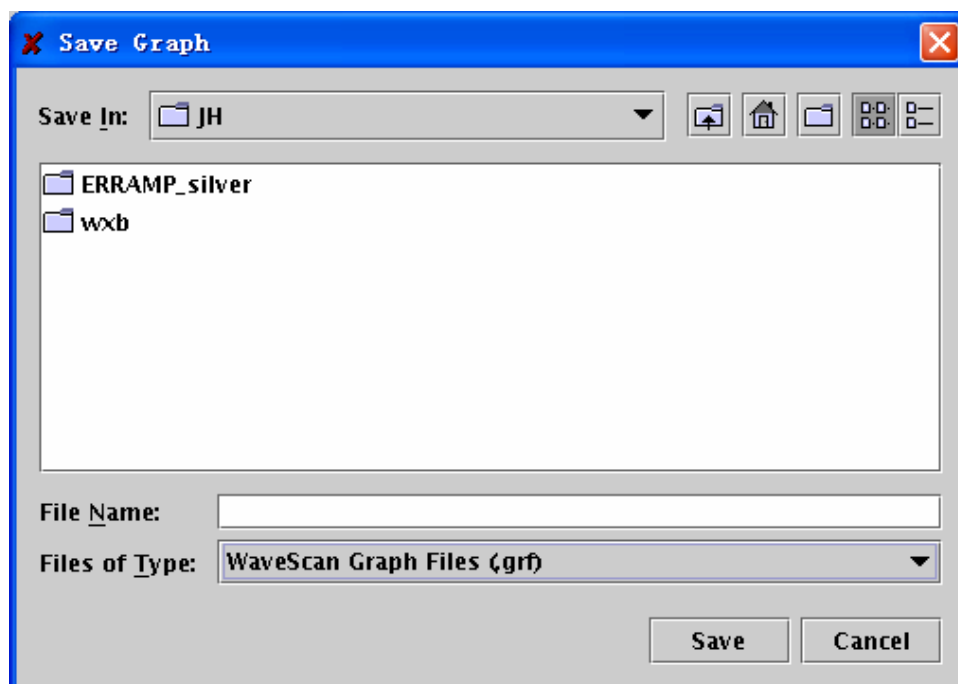

图 12.38 保存图表设定
- 1) 选择“File”→“Save”,此时“Save Graph”窗口弹出,如图 12.38 所示,